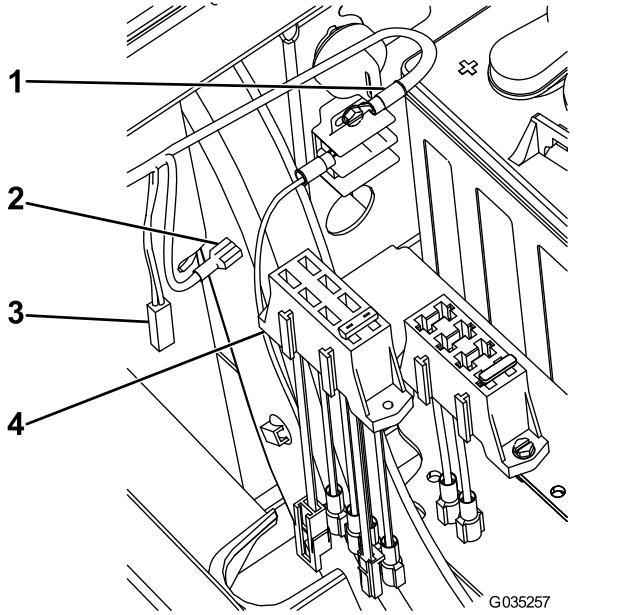

Figura 17
- **Para máquinas con N.º de serie 403448001 y anteriores**, encaje el nuevo bloque de fusibles en el bloque de fusibles existente de la máquina (Figura 17).
3. Conecte el conector grande del bloque de fusibles nuevo al cable de alimentación opcional del bloque de fusibles existente (Figura 17).
7. Conecte el otro cable al cable con fusible del bloque de fusibles nuevo (Figura 17).
2. Conecte el conector grande del bloque de fusibles nuevo al cable de alimentación opcional del bloque de fusibles existente (Figura 17).
- Conecte el otro cable al cable con fusible del bloque de fusibles nuevo (Figura 17).